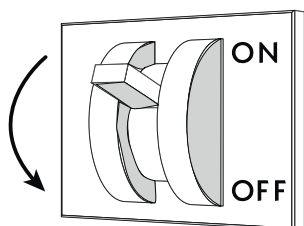

Fig. 56
- Desconectar la alimentación eléctrica del mueble mediante el interruptor seccionador general instalado en la pared ("Fig. 56").